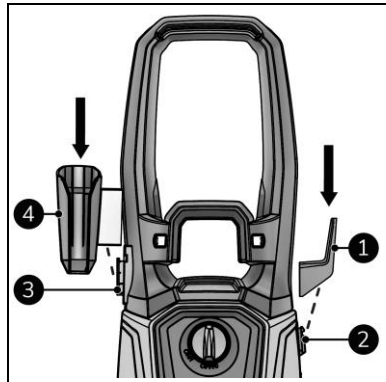

Abbildung 9
1. Schieben Sie die Stromkabelhalterung (Abbildung 9, Pos. 1) auf den Hauptkörper (Abbildung 9, Pos. 2).
3. Schieben Sie die Strahlpistolenhalterung (Abbildung 9, Pos. 4) auf den Griff (Abbildung 9, Pos. 3).